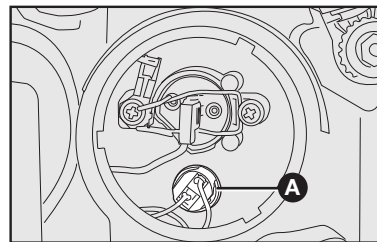

fig. 27
- 2) Puxar o porta-lâmpada **A-fig. 27** para retirá-la de sua sede;